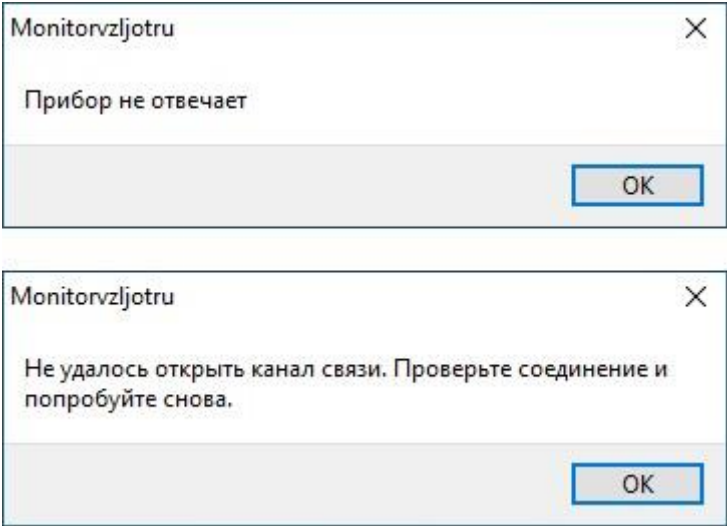

Рис.16 - Сообщения при отсутствии связи с уровнемером.
7.1.4 При отсутствии связи с уровнемером на мониторе ПК будут индицироваться сообщения, показанные на рис.16.